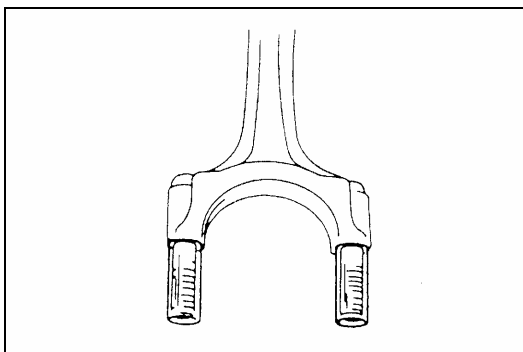

Рис. 4-69.
2). Установить колпачки на болты шатуна, Рис. 4-69.